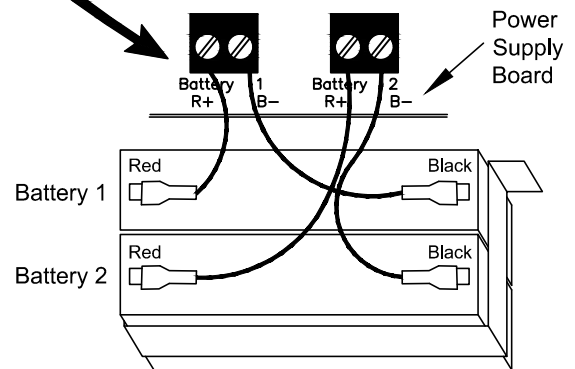

Fig. 4
STEP 4. INSTALL BATTERIES: Fig. 4